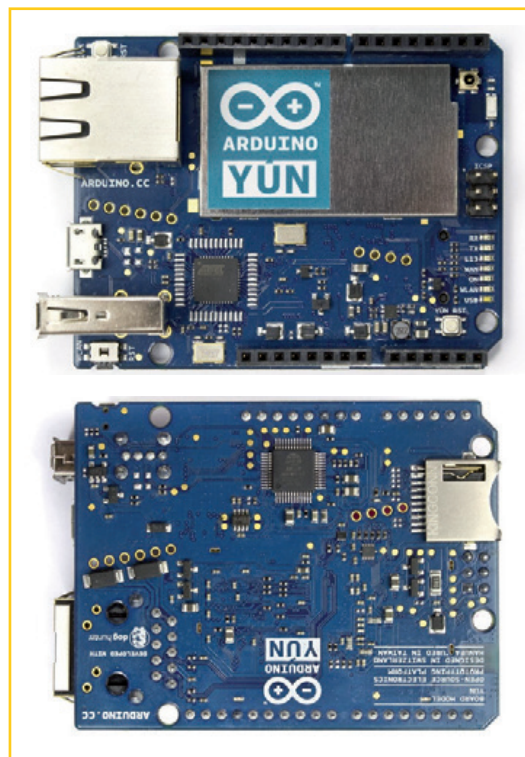

Figure 1.
1x1 2,4 GHz pour réseau local sans fil (WLAN) et destiné à intégrer les points d'accès (AP) et autres routeurs. Au cœur de ce SoC se trouve un processeur à 32 bits MIPS 24K, preuve qu'il existe autre chose que ARM. Le SoC communique avec la partie Leonardo à travers un lien série. La puce Atheros offre le Wi-Fi et l'Ethernet filaire classique. De plus, elle est reliée à un concentrateur USB2.0, également capable de lire des cartes multimédia, matérialisé par l'unique puce AU6350 d'Alcor Micro (montée au-dessous de la carte Yún – **fig. 1**). Cette puce confère au Yún ses connecteurs hôte USB et microSD. L'AU6350 communique avec la puce Atheros par un lien USB. Pour résumer, l'Arduino Yún combine – sur un unique circuit imprimé de la taille d'un Arduino Uno (53 x 69 mm) – trois processeurs, une interface Wi-Fi, les quatre connecteurs d'extension